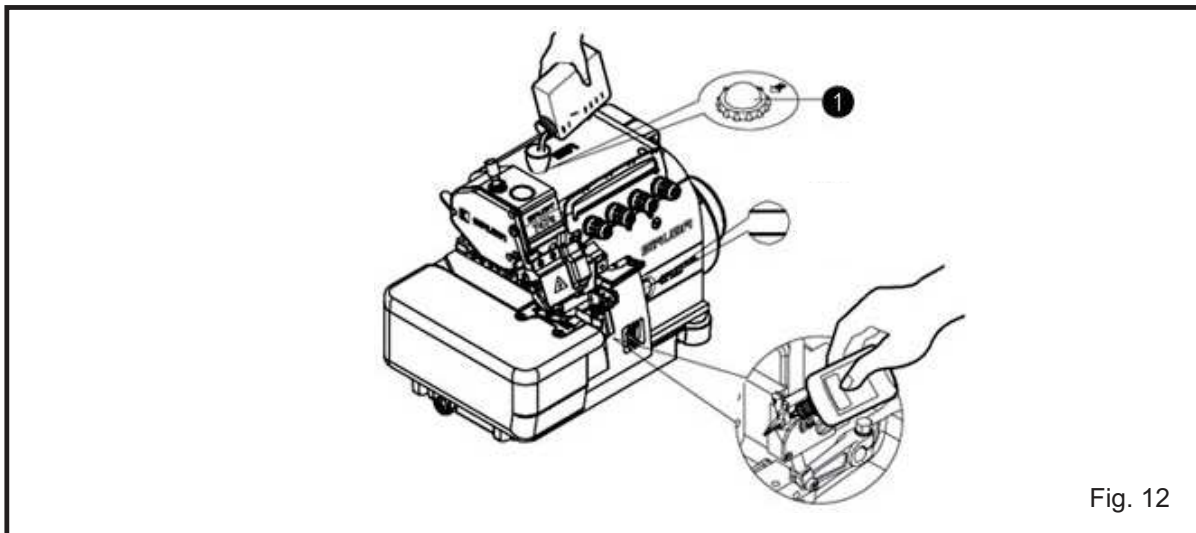

Fig. 12
1. Aplique o óleo lubrificante (Fig.12)